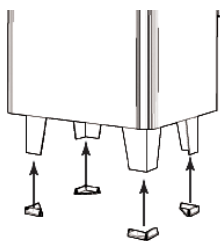

Рис. 4
- Коробку выводов с крышкой, распоркой наружу, закрыть. С помощью 2-х болтов (рис. 4).